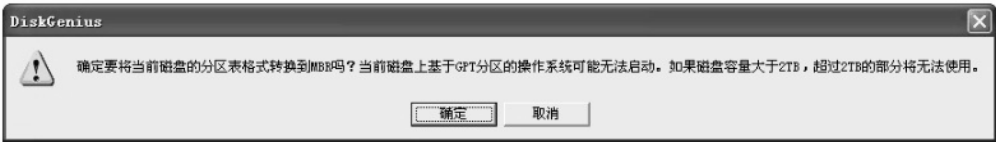

图 11-11 转换分区表类型为 **MBR** 格式
(2) 转换分区表类型为 **MBR** 格式。该选项用于将分区表类型转换回传统的 **MBR** 格式。由于 **MBR** 分区表有一定的限制（如主分区数目不能超过四个等），这种转换有一定的条件限制。因此在转换时，如果分区数目多于四个，软件将首先尝试将后部的分区逐一转换为逻辑分区。如果无法转换到逻辑分区（一般是由于分区前没有转换到逻辑分区的空闲扇区），分区表类型转换将失败。选择要转换的硬盘后，单击菜单“硬盘—转换分区表类型为 **MBR** 格式”项，程序弹出如图 11-11 所示。